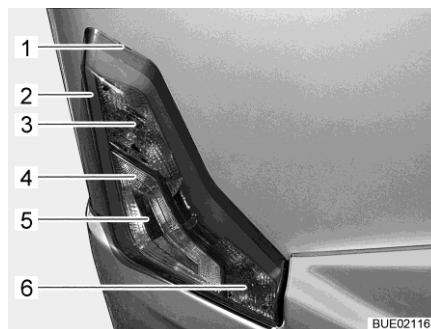

Bild 290 Beleuchtung Heck
- Flaches Werkzeug in Kerbe (Bild 290,1) stecken und Gehäuse vorsichtig abhebeln.